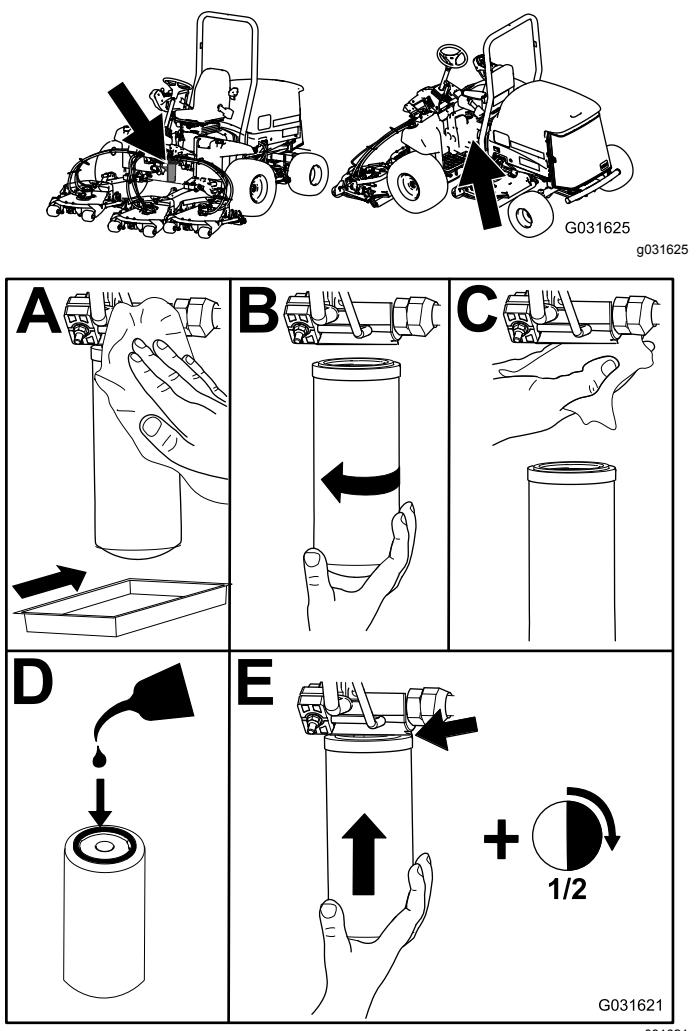

Bild 78
2. Tauschen Sie beide Hydraulikfilter aus (Bild 78).